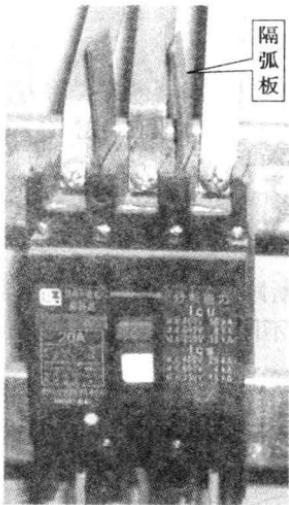

图 1-4 配线过近时应加隔弧板
3) 应垂直安装在配电板上，在灭弧罩上部留有一定的飞弧空间；对于塑壳式断路器，进线端的裸母线应包上 200mm 长的绝缘物，导线接好后，必须将随机的隔弧罩装好，必要时还应加隔弧板（如图 1-4 所示），以防电弧飞出引起短路。